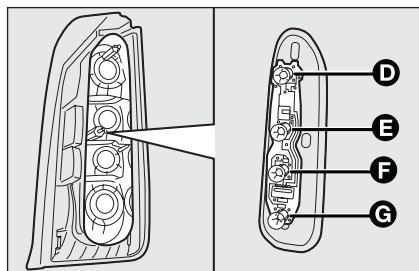

fig. 29
- ☐ extraire les lampes **D - E - F - G - fig. 29** en les poussant légèrement et en les tournant dans le sens inverse des aiguilles d'une montre ;